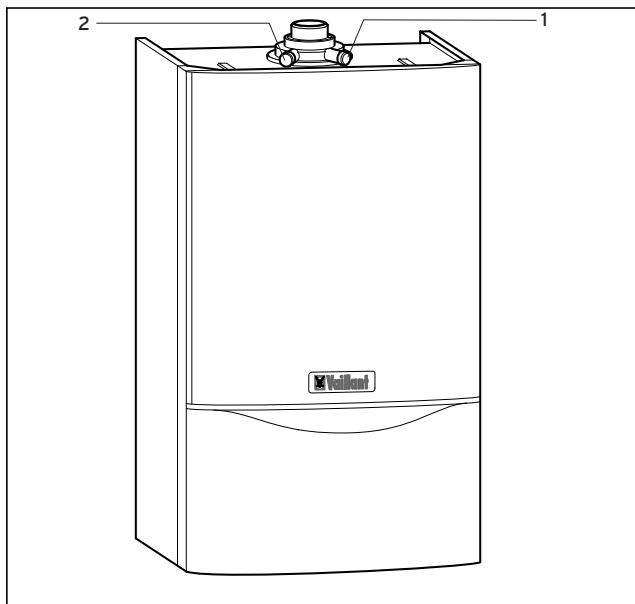

Fig. 3.11 Skorsteins målinger (på apparatet)
- Utfør målinger i avgassveien på teststussen (1) (fig. 3.11). Målinger i luftveien kan du utføre på teststuss (2).